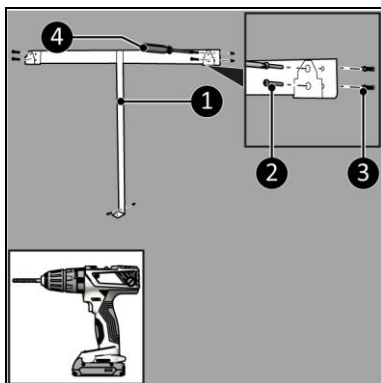

Figura 7
4. Așezați suportul de perete pe (Figura 7, poz. 1) perete și marcați cele cinci găuri.
6. Fixați știfturile (Figura 7, poz. 3).
7. Înșurubați și strângeți suporturile de perete (Figura 7, poz. 2) cu cinci șuruburi mari folosind o șurubelniță Phillips (Figura 7, poz. 4).